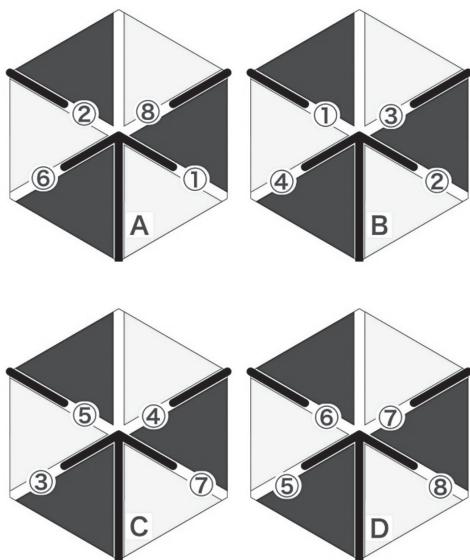

図1
- (1) コピー用紙に正六角形の1辺が4～4.5 cm位になるように図1を写します。それぞれのパズルには図1のようにA、B、C、Dと①～⑧の番号を記入します。
- (2) ①をラミネート加工したらパズルを切り出し、パズルの黒く太い線（幅2.5mm）を切り抜きます。
- (3) パズルAを左手で水平に、パズルBを右手で垂直に持ち、AとBの切れ込みをかみ合わせてパズルの中心まで差し込みます。次にAとBの②の切れ込みをかみ合わせます。うまくできないときはパズルを曲げてみましょう。
- (4) (3)でできたパズルのBを左手で水平に持ち、Cのパズルを右手で持ちます。Cの切れ込みをB、Aの順に切れ込みに差し込みます。同様にBとCの③、BとCの④の切れ込みもかみ合わせます。
- (5) (4)でできたパズルのBを左手で水平に持ち、Dのパズルを右手で持ちます。Dの切れ込みをBに差し込みます。(4)と同様にDとCの⑤、DとAの⑥、DとCの⑦、DとA⑧の切れ込みをかみ合わせたら完成です。
- ・図1の黒い切れこみを太く切り抜くと、立体に広がりやすいです。